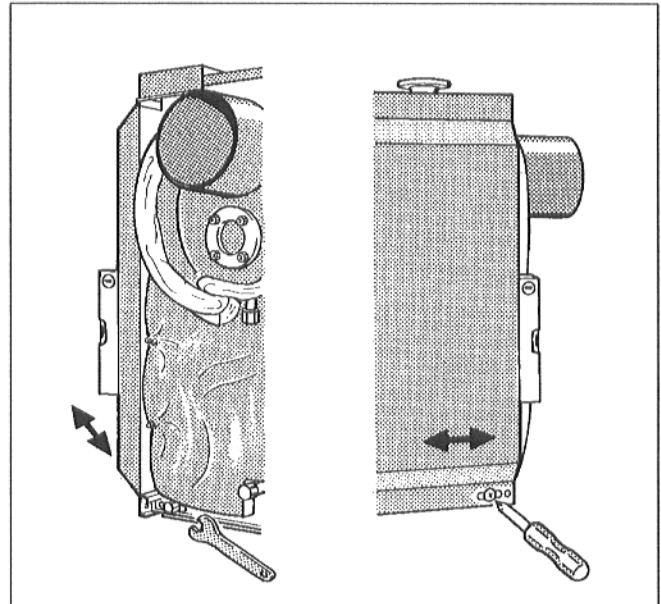

Рис. 14
Для выравнивания боковых стенок можно изменить положение нижней траверсы и боковых рамных планок (Рис. 14).
- Отрегулировав вертикальное положение, затянуть винты с шестигранной головкой в нижних траверсах (Рис. 14).
- Затянуть самонарезные винты в боковых рамных планках (Рис. 14).